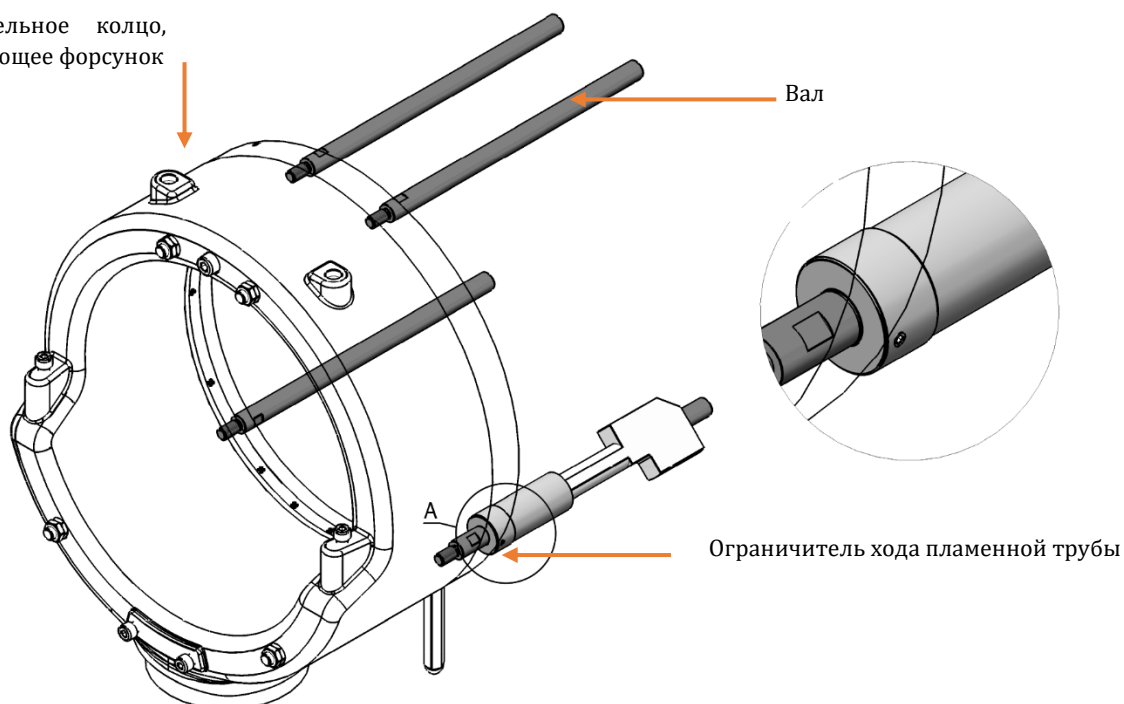

Рис. 35- Монтаж валов смесительного устройства RGB-M-1350
- 2- Присоедините валы, приведенные на Рис. 35 к удерживающему кольцу форсунок и установите ограничитель хода пламенной трубы на вал с меткой.